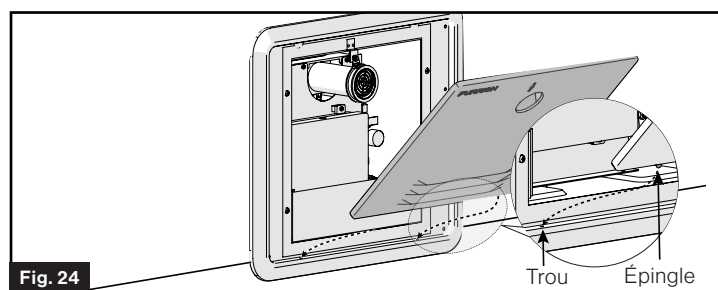

Fig. 24
4. Insérez la porte dans les attaches au bas du chauffe-eau. (Fig. 24)